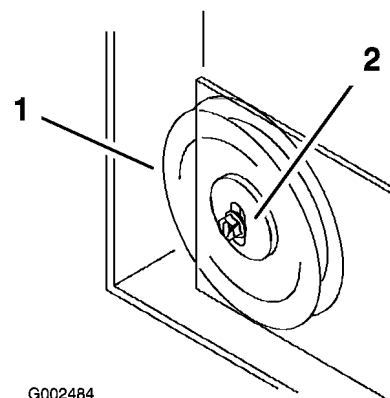

Figura 56
11. Si la chapa de la polea tensora llega al final de la ranura de ajuste y se requiere tensar aún más la correa, un pequeño ajuste a la polea tensora fija del lado derecho permite ajustar más la tensión de la correa (Figura 56).